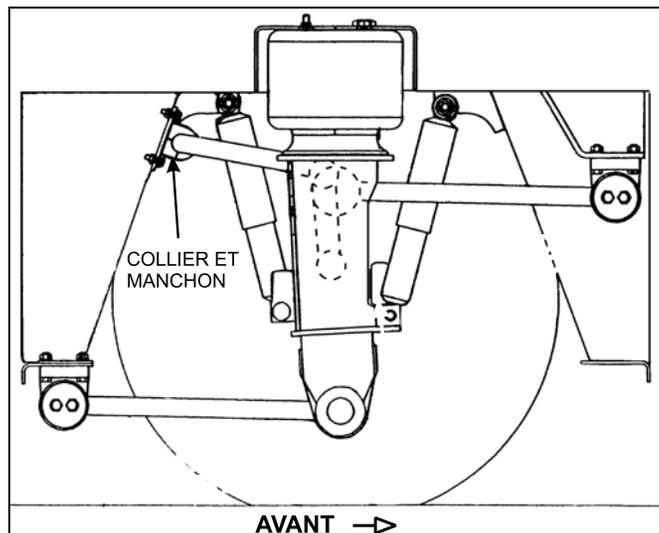

FIGURE 1
2. Dévisser les boulons des quatre colliers fixant les manchons de caoutchouc arrière de la barre antiroulis (voir fig. 1).